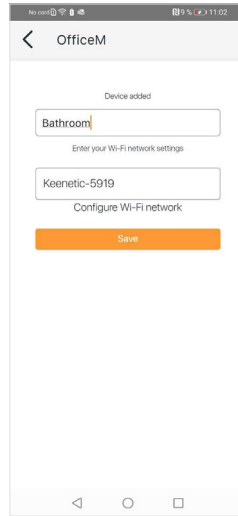

Abb. 4b / Fig. 4b / fig. 4b
7. Wenn das Gerät erkannt wurde, kehren Sie zur SST Cloud App zurück und klicken Sie auf die Schaltfläche „Weiter“. Geben Sie dann den Namen des Raums ein oder wählen Sie einen bereits hinzugefügten Raum aus. Wählen Sie ein zuvor verbundenes WLAN-Netzwerk aus oder geben Sie den Netzwerknamen und das Kennwort ein. Klicken Sie auf die Schaltfläche „Speichern“ (Abbildung 4b).
7. When the device is found, return to the SST Cloud App and click the “Next” button, then enter the room name or select it from existing ones. Select a WiFi network from the previously connected ones or enter the network name and password. Click the “Save” button (Figure 4b).
7. Lorsque l'appareil a été détecté, retournez à l'application SST Cloud et cliquez sur le bouton « Next », puis entrez le nom de la salle ou sélectionnez-le parmi ceux qui existent déjà. Sélectionnez un réseau WiFi parmi ceux qui sont déjà connectés ou entrez le nom et le mot de passe du réseau. Cliquez sur le bouton « Save » (figure 4b).